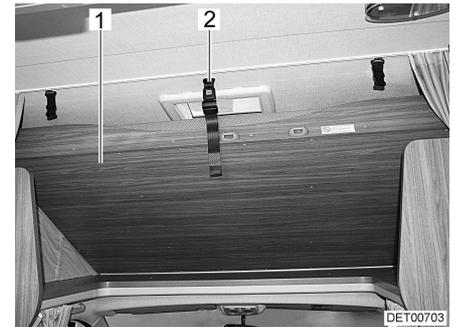

Bild 48 Alkovenbett in Fahrstellung
- Alkovenbett (Bild 48,1) nach oben schwenken und Halteband (Bild 48,2) in Halterung an der Decke einrasten lassen.